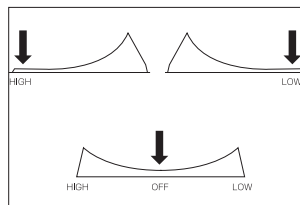

FIG. 4B
3. Pour éteindre, appuyer le commutateur marche/arrêt pour revenir à la position du centre. (Fig. 4B)